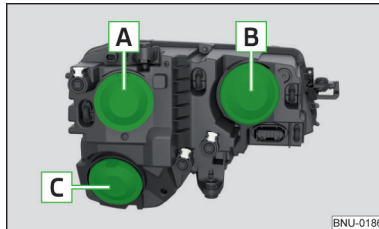

Abb. 346
- › Die Schutzkappe **A** bzw. **B** » Abb. 346 auf Seite 311 abnehmen.
- › Die Schutzkappe **B** » Abb. 346 auf Seite 311 abnehmen.
- › Die Schutzkappe **B** » Abb. 346 auf Seite 311 einsetzen.
- › Die Schutzkappe **C** » Abb. 346 auf Seite 311 abnehmen.
Die Schutzkappe **C** » Abb. 346 auf Seite 311 einsetzen.